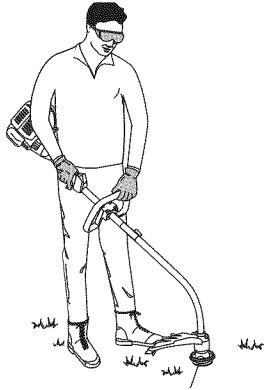

Fig. 12
Antes de operar esta unidad, párese en posición de operación (Fig. 12). Verifique lo siguiente:
4. Inserte ambos extremos de su línea a través de los agujeros adecuados en el lado de la cabeza de corte (Fig. 12).